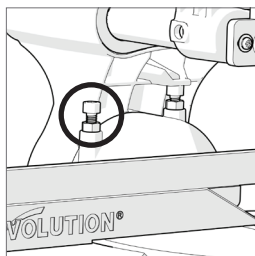

Fig. 16
- Tourner la vis selon les besoins avec une clé hexagonale vers l'intérieur ou l'extérieur. (**Fig. 16**)